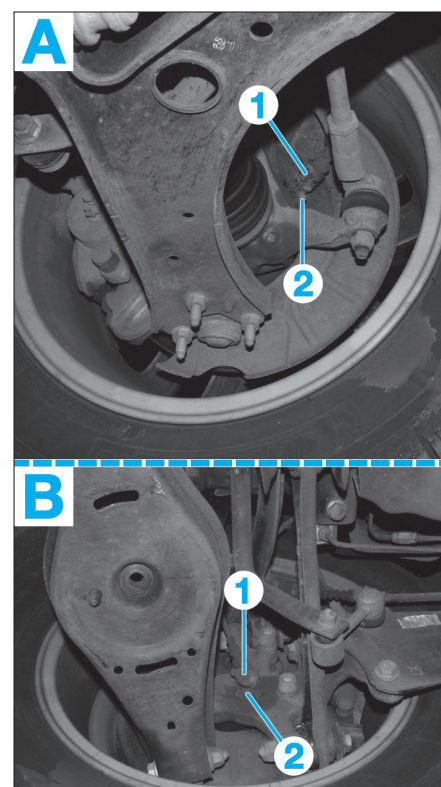

Fig. 22
- Débrancher le connecteur (1) du câble de capteur de roue (Fig.22).
- Dévisser la vis de fixation (2) du capteur de roue sur le porte-fusée.